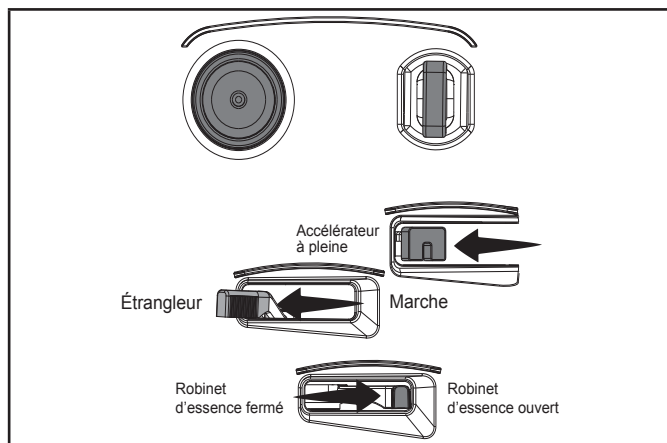

Figure 11
3. Pour démarrer un moteur froid : (figure 11).